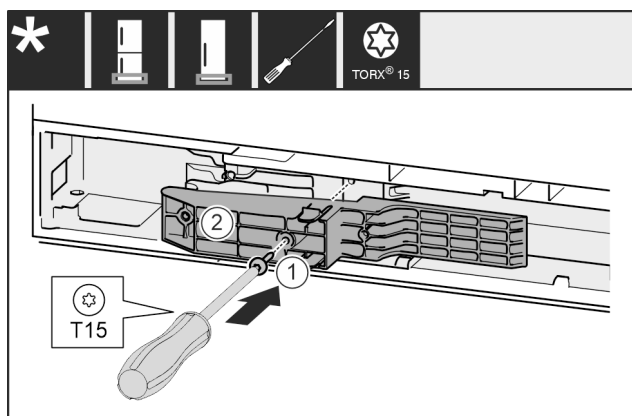

Fig. 61 *
- ▶ Introduceți adaptorul Fig. 61 (1) în canelura de pe partea mânerului.*
- ▶ Înșurubați ferm șurubul Fig. 61 (2) cu șurubelnița.*